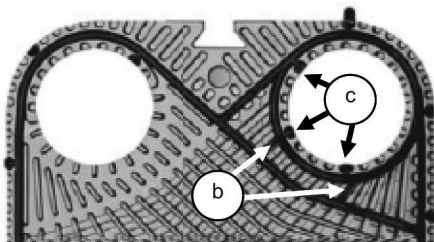

Fig.9
la diagonal y el anillo de estanqueidad (Fig. 9 b). A continuación, siguiendo el procedimiento del punto 5.7.3, encole la junta excluyendo los anillos de estanqueidad.
- Modelos con Plug-In® en el interior de los anillos de estanqueidad: con una cizalla corte todos los Plug-In® en el interior de los anillos de estanqueidad (Fig. 9 c) correspondientes a las perforaciones cerradas. A continuación, siguiendo el procedimiento del punto 5.7.3, encole los puntos de conexión entre la diagonal y el anillo.